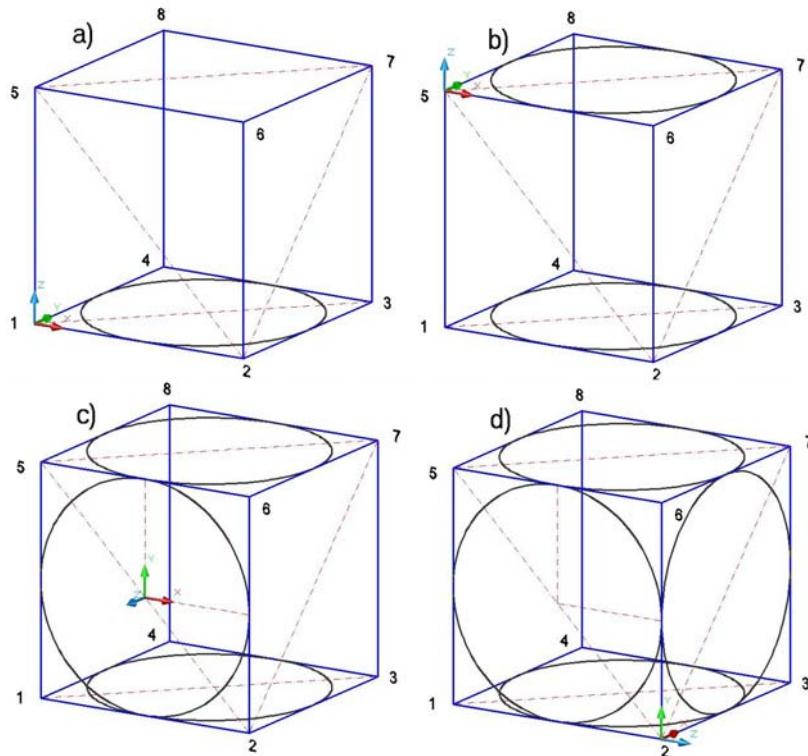

Figura 1.1.19
Figura 1.1.19 exemplifică crearea unor noi UCS-uri, necesare pentru trasarea cercurilor pe fețele cubului de latură 100 unități:
- inițial, *figura 1.1.19.a*, sistemul de coordonate **World** este plasat cu originea în punctul 1, axa X orientată pozitiv spre punctul 2, axa Y orientată pozitiv spre punctul 4, axa Z orientată pozitiv spre punctul 5; planul de trasare a cercului este planul XY a sistemului de referință, care corespunde feței 1,2,3,4 a cubului;
- în *figura 1.1.19.b*, sistemul de coordonate **UCS1** este plasat cu originea în punctul 5, axa X orientată pozitiv spre punctul 6, axa Y orientată pozitiv spre punctul 8; planul de trasare a cercului este planul XY a sistemului de referință, care corespunde feței 5,6,7,8 a cubului;
- în *figura 1.1.19.c*, sistemul de coordonate **UCS2** este plasat cu originea la mijlocul diagonalei 25, axa X orientată pozitiv spre mijlocul laturii 26, axa Y orientată pozitiv spre mijlocul laturii 56; planul de trasare a cercului este planul XY a sistemului de referință, care corespunde feței 1,2,5,6 a cubului;
- în *figura 1.1.19.d*, sistemul de coordonate **UCS3** este plasat cu originea în punctul 2, axa X orientată pozitiv spre punctul 3, axa Y orientată pozitiv spre punctul 6; planul de trasare a cercului este planul XY a sistemului de coordonate, care corespunde feței 2,3,6,7 a cubului.